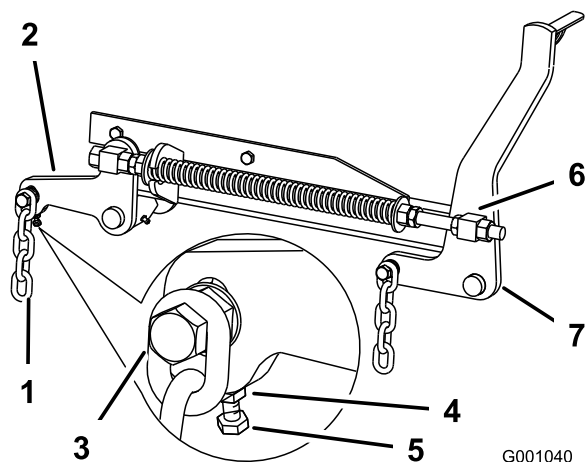

Bild 81
7. Wenn die Werte an den Stellen **B** oder **C** falsch sind, lösen Sie die Schraube, mit der die hintere Kette am hinteren Stützarm befestigt ist (Bild 81).
8. Lösen Sie die Klemmmutter unter dem hinteren Stützarm und stellen Sie die Einstellschraube so ein, dass Sie einen Wert von 80 mm bis 83 mm erhalten (Bild 81).
7. Lösen Sie die Klemmmutter des vorderen Drehzapfens, vorne am rechten und linken Drehzapfen, um ungefähr 13 mm (Bild 81).
8. Stellen Sie die Hubmutter auf der linken und rechten Seite der Maschine so ein, dass Sie vorne an Stelle **A** einen Wert erzielen, der um 6 mm bis 10 mm niedriger ist als hinten an Stelle **B** (Bild 81).